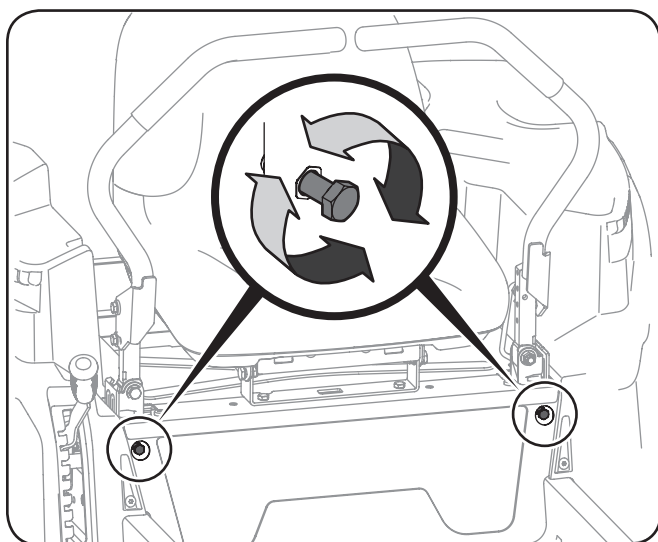

Figure 6-11
2. Repérez les boulons de réglage des barres de conduite à l'avant du châssis du siège. Voir Figure 6-11.